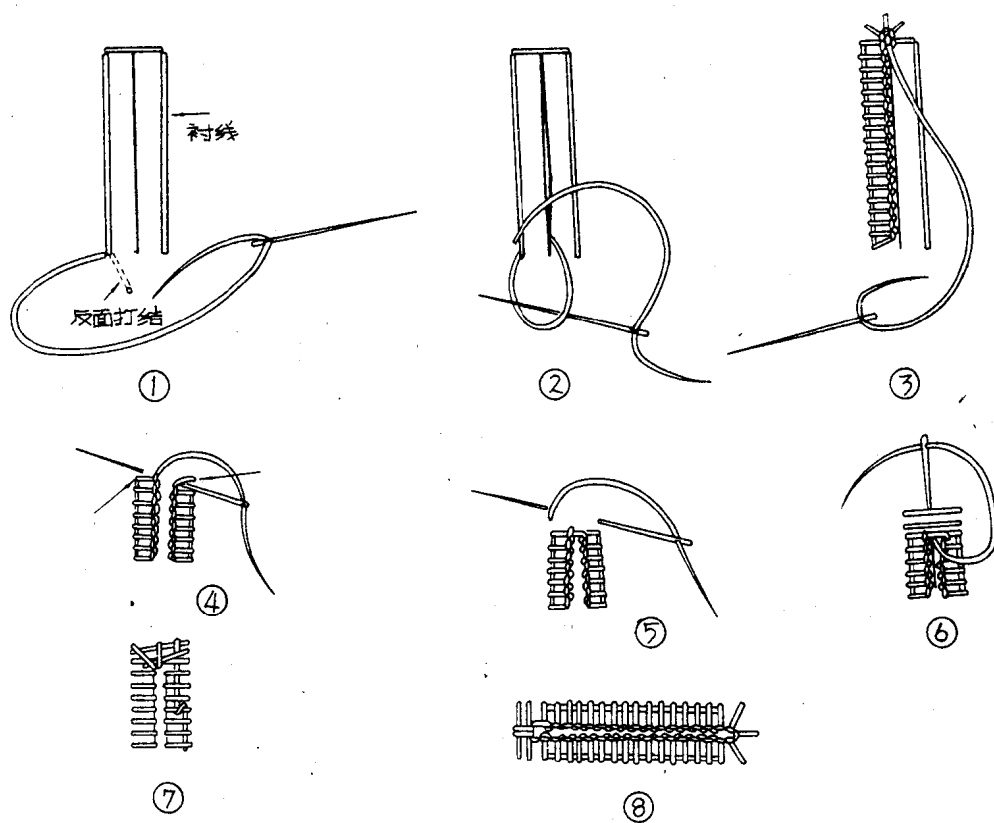

图1-8
- (1)第一针从衣片反面穿出，使线结藏在反面然后缝第二针。
- (2)用左手套住第二针线圈，左手中指勾住缝线。
- (3)右手拉缝线，与左手放线互相配合。
- (4)放脱左手套住的线圈，边拉边收，形成第一个线袢，然后第三针通过第一个线袢，结形成第二个线袢袢结，如此循环往复。
- (5)收针时，将针穿过最后一个线袢结，拉紧穿到衣反面打结。
8、锁扣眼 见图1-8和1-9